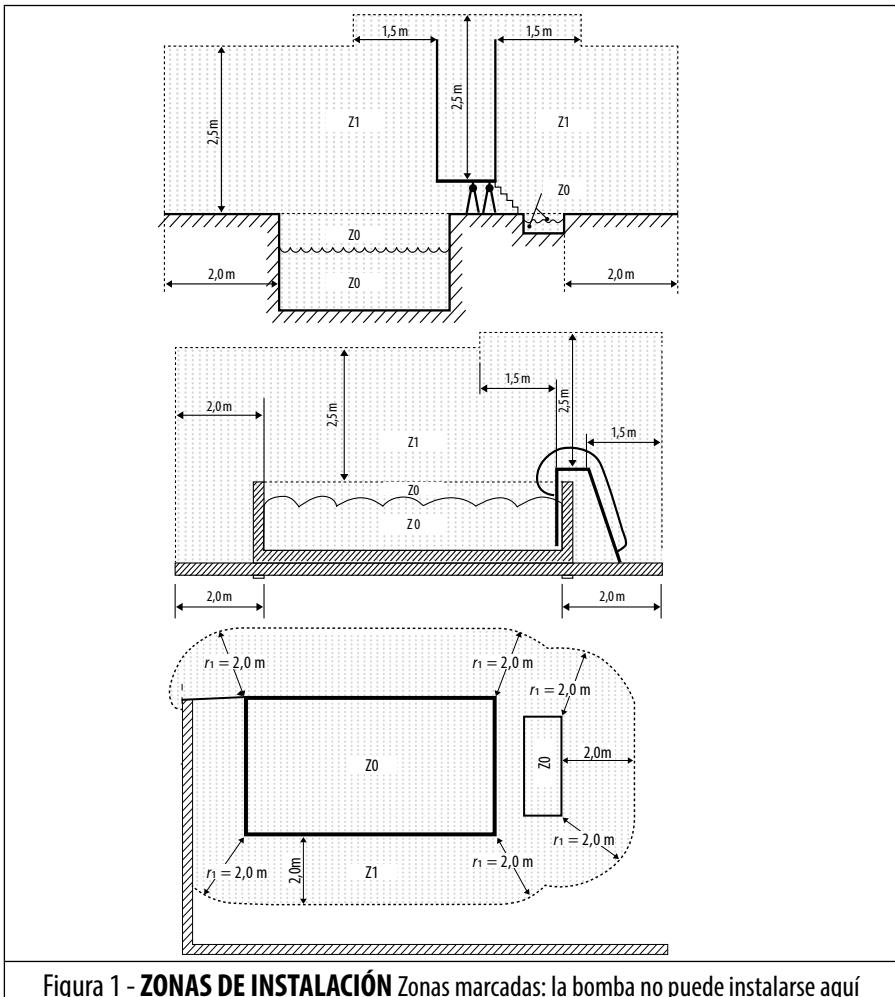

Figura 1 - **ZONAS DE INSTALACIÓN** Zonas marcadas: la bomba no puede instalarse aquí
- La bomba no puede instalarse en la Zona 0 ni en la Zona 1. Puede ver diagramas en la figura 1 - Zonas de instalación.